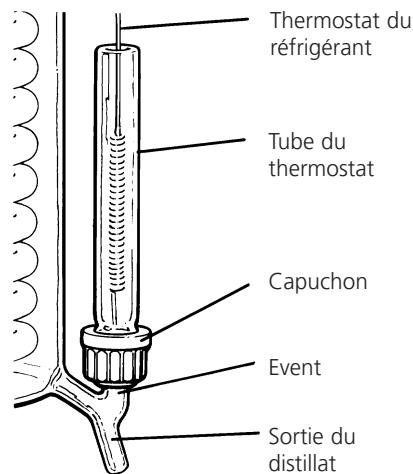

Figure 4a
12. Assembler le tube du thermostat du réfrigérant, le capuchon plastique et l'anneau silicone selon la **figure 4a**.
- Le capuchon n'étant pas complètement vissé, glisser délicatement le tube sur l'évent de la sortie du distillat. Visser alors le capuchon. Insérer la sonde du thermostat du réfrigérant dans le tube de verre. Tordre délicatement le fil du thermostat de façon à ce qu'il n'obstrue pas l'accès aux boutons de réarmement des thermostats. Voir **figure 4a**.